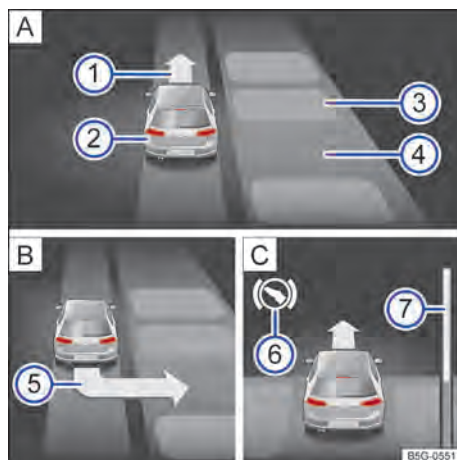

Fig. 109 En el display del instrumento combinado: estacionar lado a lado. **A** Buscar una plaza de estacionamiento. **B** Posición para estacionar. **C** Maniobrar.
- Estacionar cuando aparezca en la pantalla del instrumento combinado la indicación de estacionamiento → fig. 109 **5** → pág. 140.
Legenda de la → fig. 109 (modo de estacionamiento de lado a lado con marcha atrás):
- Frenar cuando suene una alarma acústica que indica el cambio de dirección, se enciende la flecha → fig. 109 ① **A**, se enciende el símbolo blanco **S** o se muestra un mensaje.